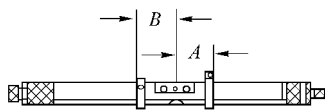

图 4-24 测量芯棒的调整
④ 如图 4-24 所示,将测量芯棒 VW381/11 的调节环调整到 $A=35 \text{ mm}$, $B=60 \text{ mm}$ 。